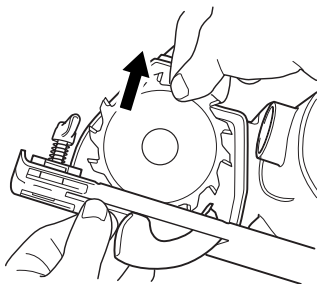

図 13
- (3) のこ刃をスイッチ・ハンドルの方へ取出します。 (図13)